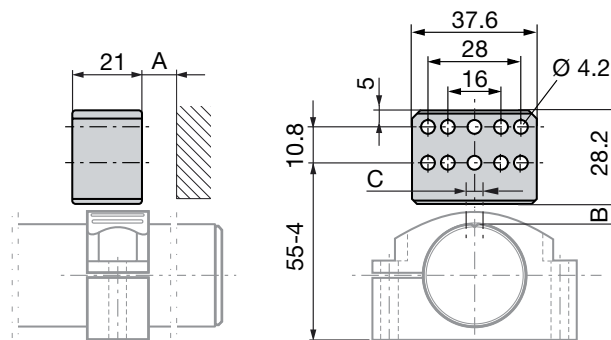
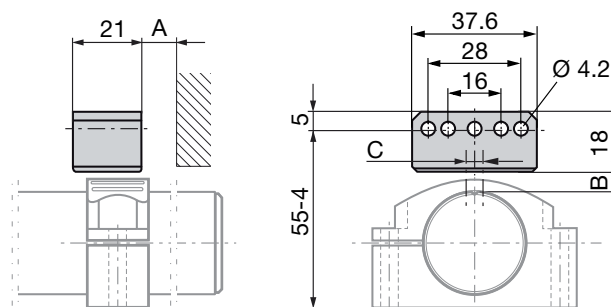

Fig. 5-1 : Cotes et distances avec capteur de position BTL6-A-3800-2
Fig. 5-2 : Cotes et distances avec capteur de position BTL6-A-3801-2
- La distance A entre le capteur de position et les pièces, qui sont constituées en matériau magnétisable, doit être d'au moins 10 mm (voir Fig. 5-1 et Fig. 5-2).
- Respecter les valeurs suivantes pour la distance B entre le capteur de position et le BTL et pour le déport C (voir Fig. 5-1 et Fig. 5-2) :
Tab. 5-1 : Distance et déport pour capteur de position (voir Fig. 5-1 et Fig. 5-2)